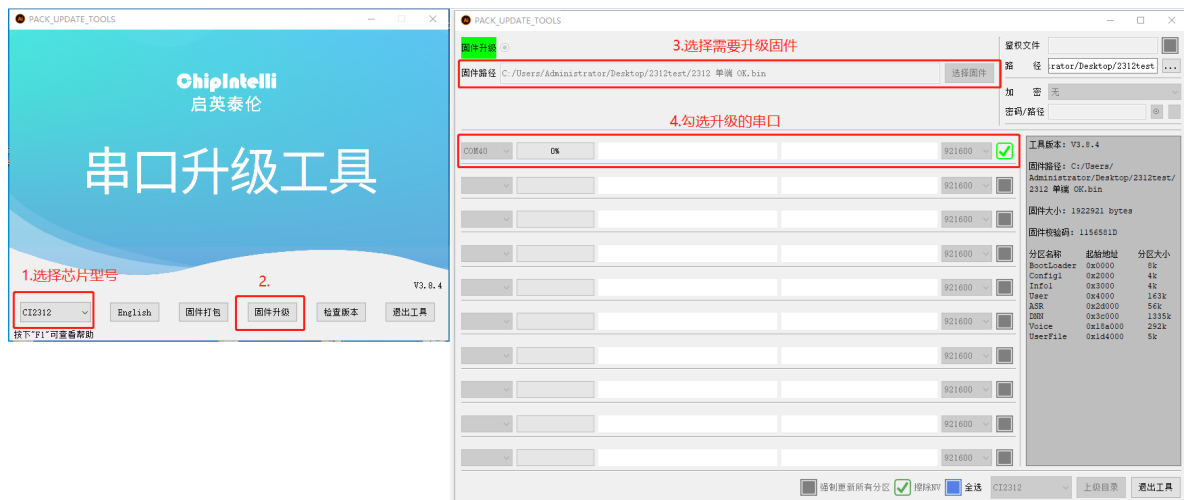

图13 固件烧录工具示意图
1. 注意要先把TX,RX,GND接上，然后烧录工具再勾选对应串口号（图13），再供电5V；